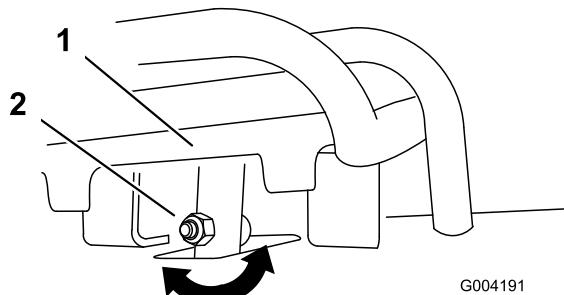
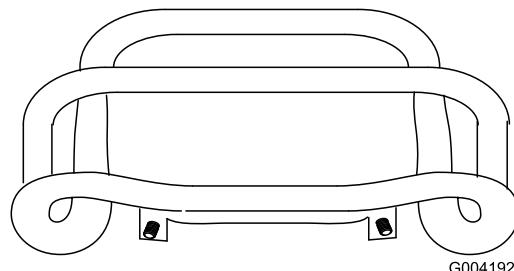

Figura 52
Figura 53
4. Se la parte anteriore del comando della trazione non rimane diritta e a filo con la barra di riferimento, allentare il dado flangiato ed il bullone nello stelo del comando della trazione (Figura 52).
5. Regolare il comando della trazione in modo che rimanga a filo con la barra di riferimento quando viene tirato all'indietro (Figura 52 e Figura 53).